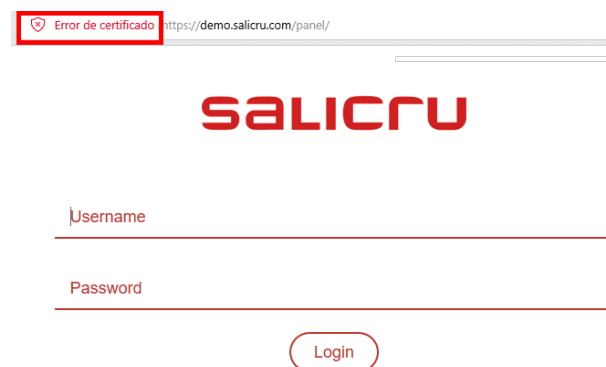

Fig. 10. Error de certificado.
- La página web del panel se cargará normalmente. En la barra de direcciones aparecerá un "Error de certificado"; hacer clic (Fig. 10).